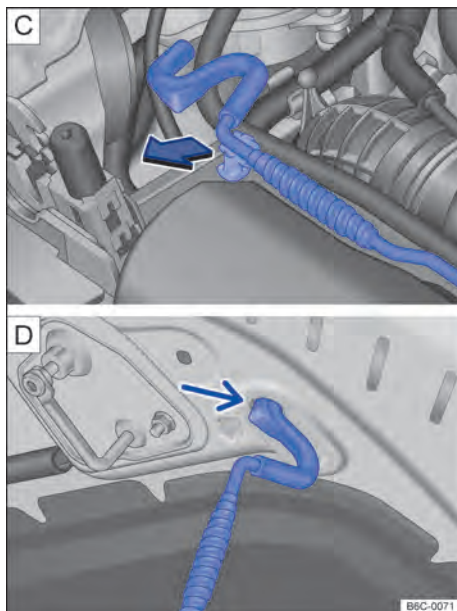

Fig. 200 [C] Haste de sustentação da tampa do compartimento do motor. [D] Tampa do compartimento do motor apoiada na haste de sustentação.
- Retirar a haste de sustentação do suporte no sentido da seta → Fig. 200 [C] e posicioná-la na abertura na tampa do compartimento do motor → Fig. 200 [D].
- Retirar a haste de sustentação do furo → Fig. 200 [D] e encaixá-la no suporte do fecho → Fig. 200 [C].